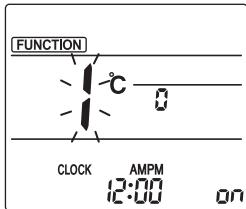

Fig. 3-1
- ① Går in i läge för manuell inställning av fläktblad Tryck på knappen [MENU]. (Starta denna funktion när fjärrkontrollens display är släckt.) "FUNCTION" lyser och "1" blinkar. (Fig. 3-1)